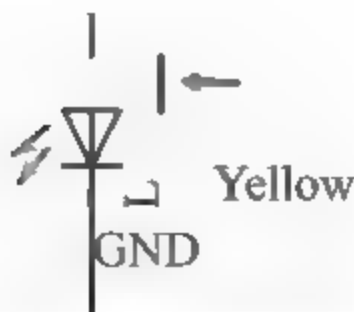

图 8-3 元件管脚移动
2. 如图 8-3 所示,移动原理图元件时,为什么元件管脚会移动?